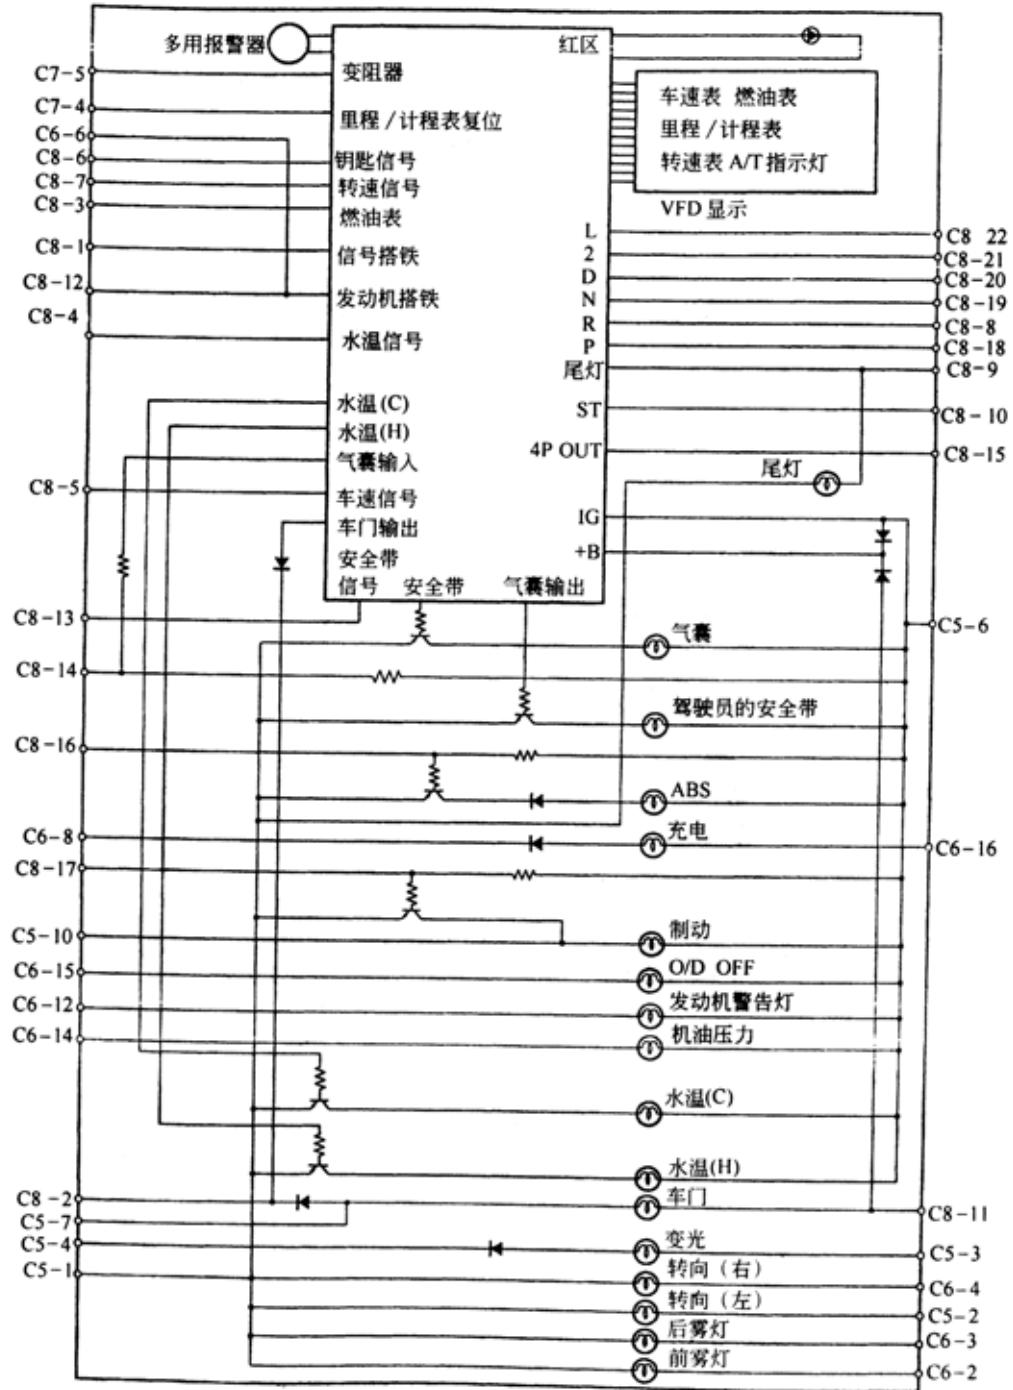

图 9-61
3) 数字仪表 ECU 端子连接 , 如图 9-61 所示。